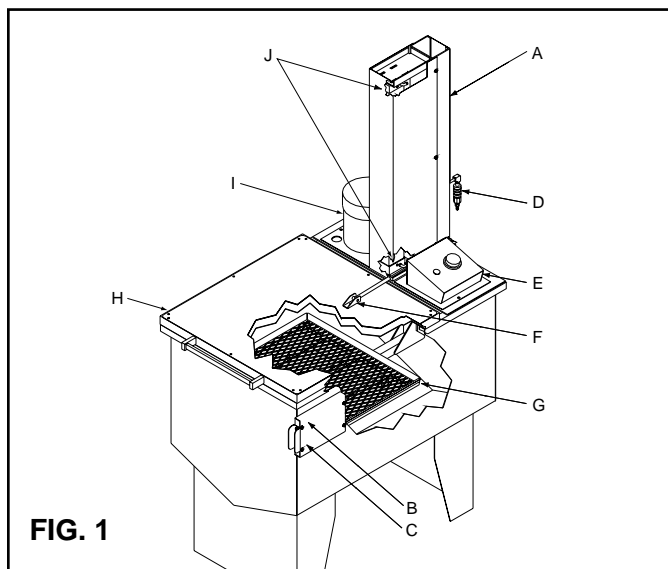

FIG. 1
Apague el calefactor, usando el panel de control del calefactor opcional (E) cuando la unidad vaya a estar inactiva durante periodos prolongados (toda la noche o los fines de semana). El líquido podría evaporarse lo suficiente para dañar la bobina calefactora (ver Fig. 1, página 8).
Unit is equipped with a fusible safety link cover mechanism (F) designed to support the open lid (H) at a slightly forward angle. In the event of a fire, the fusible link will melt at 165°F permitting the lid to slam shut, reducing oxygen supply to the fire (see Fig. 1, page 8).
Unit is equipped with a fusible safety link cover mechanism (F) designed to support the open lid (H) at a slightly forward angle. In the event of a fire, the fusible link will melt at 165°F permitting the cover to slam shut, reducing oxygen supply to the fire (see Fig. 1, page 8).
L'appareil est équipé d'un mécanisme (F) de couvercle avec lien de sécurité fusible conçu pour supporter le couvercle (H) ouvert à un angle légèrement incliné vers l'avant. En cas d'incendie, le lien-fusible fondra à 165°F permettant ainsi la fermeture du couvercle, ce qui coupera l'alimentation du feu en oxygène (voir Fig. 1, page 8).
L'appareil est équipé d'un mécanisme de couvercle avec lien de sécurité fusible (F) conçu pour garder le couvercle (H) ouvert à un angle légèrement vers l'avant. Dans l'éventualité d'un incendie, le lien fusible fondra à 165°F et permettra la fermeture immédiate du couvercle, ce qui coupera l'alimentation du feu en oxygène. (voir Fig. 1, page 8).
Die Einheit ist mit einem Deckelmechanismus (F) mit Sicherheits-Schmelzstreifen ausgestattet, der den offenen Deckel (H) in leicht vorwärts geneigter Lage hält. Im Brandfall schmilzt der Schmelzstreifen bei 165°F und läßt den Deckel zuschlagen, wodurch die Sauerstoffversorgung des Feuers unterbrochen wird (siehe Fig. 1, Seite 8).
La unidad está equipada con un mecanismo de unión de seguridad (F) en la cubierta, diseñado para sostener la tapa abierta (H) en un ángulo ligeramente adelantado. En caso de incendio, la unión fusible se fundirá a 165°F, permitiendo que la tapa se cierre, cortando el suministro de aire al fuego (ver Fig. 1, página 8).